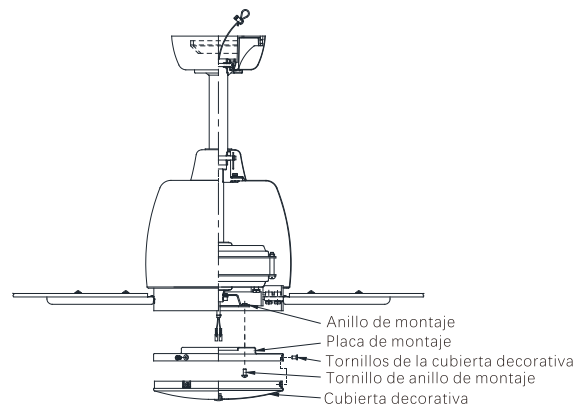

Imagen 16
Paso 1. Afloje dos de los tornillos en el anillo de montaje acoplado al eje del motor, quite y guarde el tercer tornillo. (Imagen 16)
Paso 2. Coloque las ranuras de bocallave de la placa de montaje sobre los tornillos que aflojó antes en el anillo de montaje. Gire la placa de montaje en sentido horario hasta que se ajuste en lugar en los extremos angostos de las ranuras de bocallave. Ajuste los dos tornillos de bocallave, vuelva a instalar el tercer tornillo que quitó antes y ajústelo para fijarlo. (Imagen 16)
Paso 1. Quite los tres tornillos de montaje preinstalados desde el borde exterior de la cubierta decorativa. (Imagen 16)
Paso 2. Coloque la cubierta decorativa en la placa de montaje con los agujeros en el borde exterior de la cubierta decorativa alineada con los agujeros del borde exterior de la placa de montaje. Enrosque los tres tornillos de montaje quitados previamente en la cubierta decorativa y placa de montaje, y ajústelos para fijarlos. (Imagen 16)